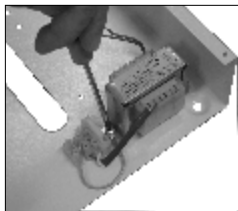

Fig. 3
B) Montare il trasformatore, avendo cura di bloccare l'occhiello di messa a terra (filo giallo e verde) ad una vite di fissaggio del Trasformatore stesso (fig. 3).